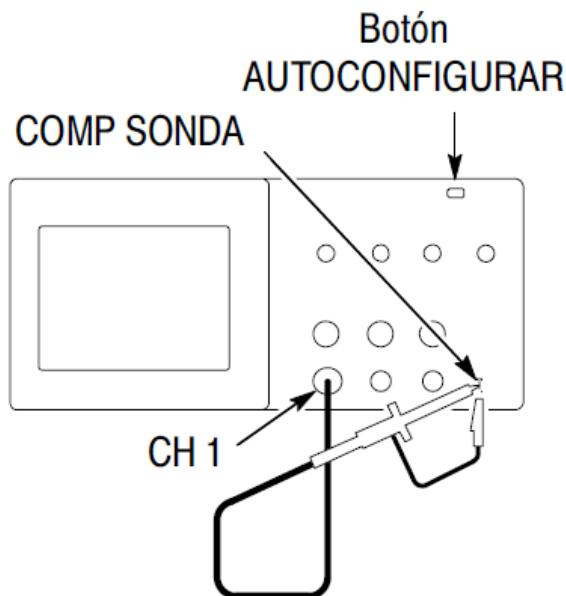

Figura 4. Compensación de sonda manual.
1. Establezca la opción de atenuación de sonda del menú de canales en 10X. Establezca el conmutador de la sonda P2200 en 10X y conecte la sonda al canal 1 del osciloscopio, Figura 4. Si usa la punta de gancho de la sonda, asegure una conexión correcta insertando firmemente la punta en la sonda.
2. Conecte la punta de la sonda al conector ~5V de COMP SONDA y el cable de referencia al conector de tierra. Muestre el canal y pulse el botón AUTOCONFIGURAR. Figura 4.